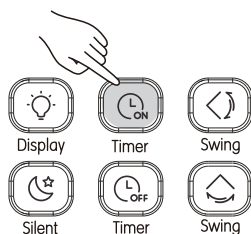

Imagen 3.17
① Pulse  (consulte la Imagen 3.17), y el control remoto mostrará "Timer On", y se mostrará "0.0H" en el área del temporizador. Ajuste ahora la configuración del encendido del temporizador;